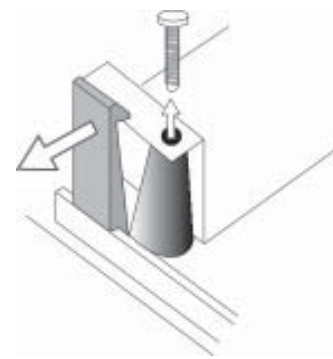

fig.2
- 1) Déconnecter les fils du haut parleur de la sirène. Extraire le haut parleur de son logement en desserrant la vis de fixation et en décrochant le support (voir figure 2).